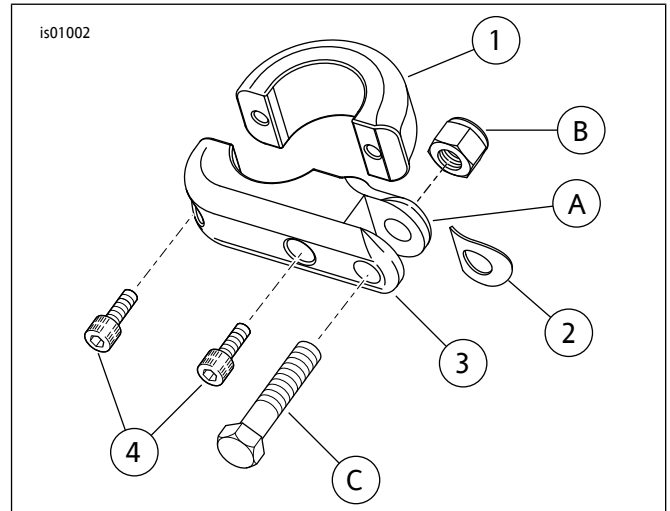

图1。维修零件：发动机护罩整体式脚踏安装套件
参见图1和表1。
- 参见图1。将脚踏底架( 3 )和夹具( 1 )定位至发动机护罩。定位脚踏底架( 3 )时，应能够使脚踏固定至发动机护罩内侧。